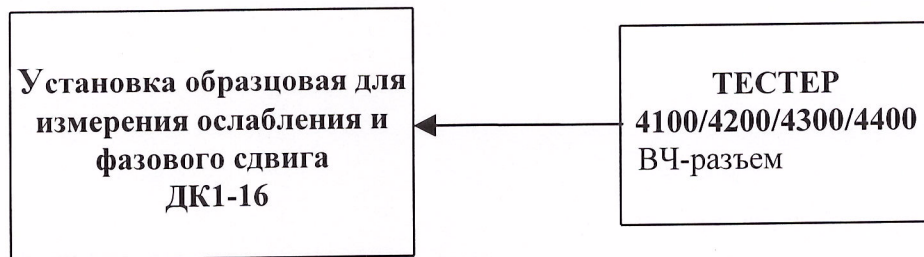

Рис.3. Схема измерения погрешности установки уровня выходного сигнала тестового генератора.
8.3.2.1. Соберите рабочее место в соответствии с рис.3.